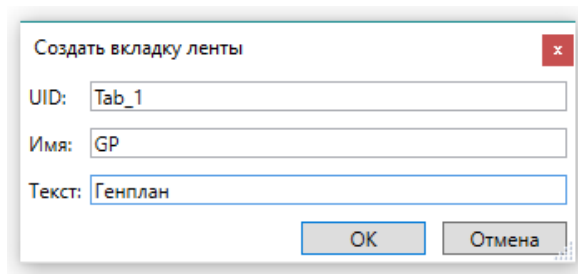

Рис. 12. Диалоговое окно создания вкладки ленты
2. В появившемся диалоге Создать вкладку ленты (рисунок 12) заполнить поля.